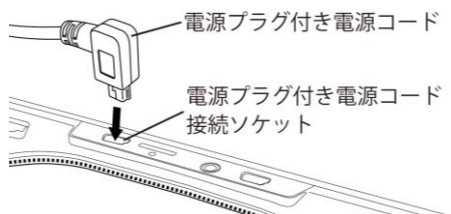

図9
- 5) 電源プラグ付き電源コードのプラグを電源プラグ付き電源コード接続ソケット(USB)へ、電源プラグを車両側のアクセサリソケットにそれぞれ差し込んでください(図9、11参照)。